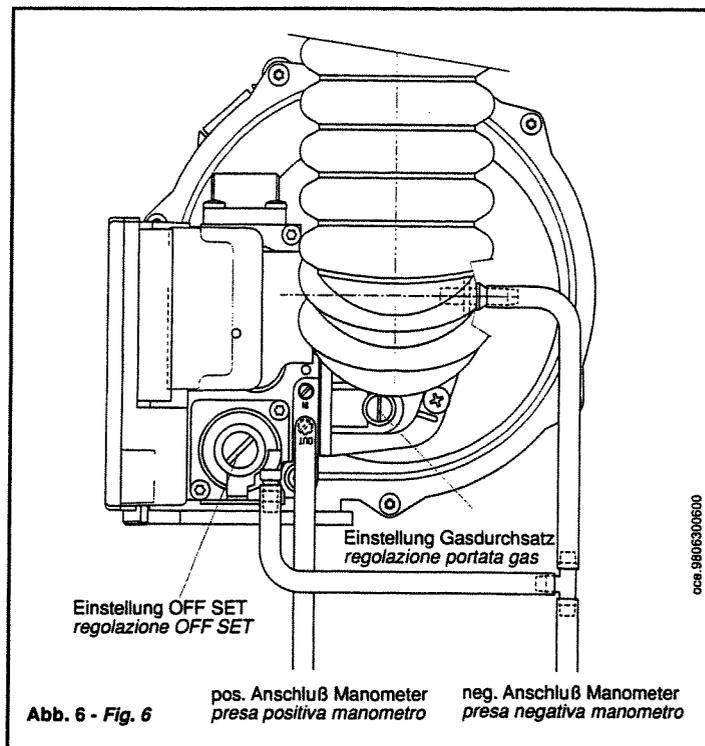

Abb. 6 - Fig. 6
Vor diesem Vorgang den positiven Anschluß eines Differenz-Mikromanometers an den dahinter befindlichen Druckanschluß des Gasventils anschließen. Den negativen Anschluß des Manometers an den Ausgleichanschluß des Gasventils über ein geeignetes T-Stück anschließen, welches das Manometer, den Ausgleichanschluß des Ventils und den Ausgleichanschluß des Kessels miteinander verbindet (vgl. Abb. 6).
- Die Kaminfeger-Taste (7) 10 Sekunden lang drücken, bis auf dem Display der blinkende Code [25] angezeigt wird;
- Die minimale Heizleistung des Gerätes über Bedienknopf (9) einstellen;
- Überprüfen, ob OFF SET, der auf dem Mikromanometer abgelesene Druckwert, gleich Null ist; anderenfalls die Einstellschraube auf dem Gasventil betätigen (vgl. Abbildung 6);
- Die maximale Heizleistung des Gerätes über Bedienknopf (9) einstellen;
- Überprüfen, ob der an der Abgasleitung des Gerätes gemessene CO₂-Wert 8,7% beträgt, anderenfalls die Einstellschraube des Gasdurchsatzes auf dem mit dem Gasventil kombinierten Venturirohr betätigen (vgl. Abbildung 6);